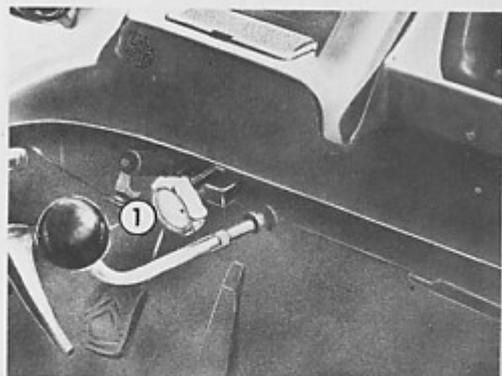

Fig. 53 - Regolazione dei proiettori durante la marcia
- *Regolazione durante la marcia* (fig. 53)